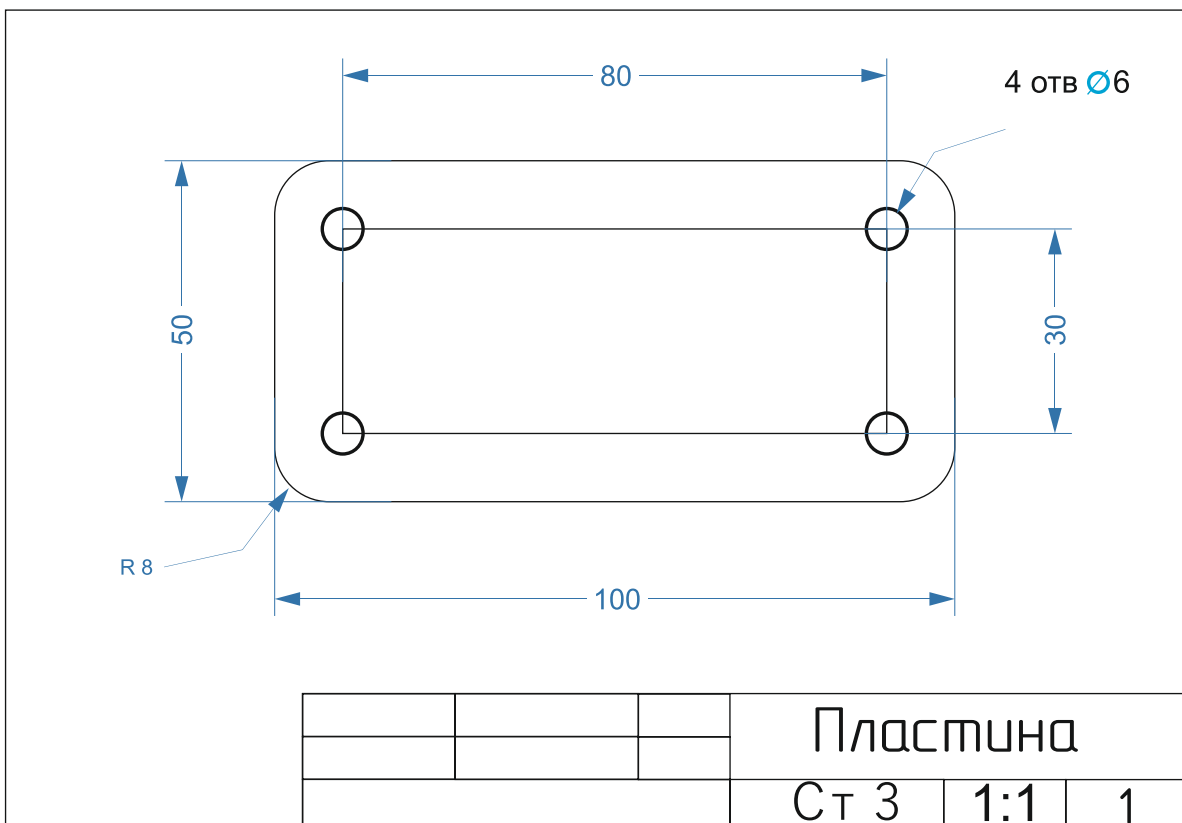

Рис. 1. Чертеж Пластина
2. По чертежу изготовить Пластина (рис. 1).